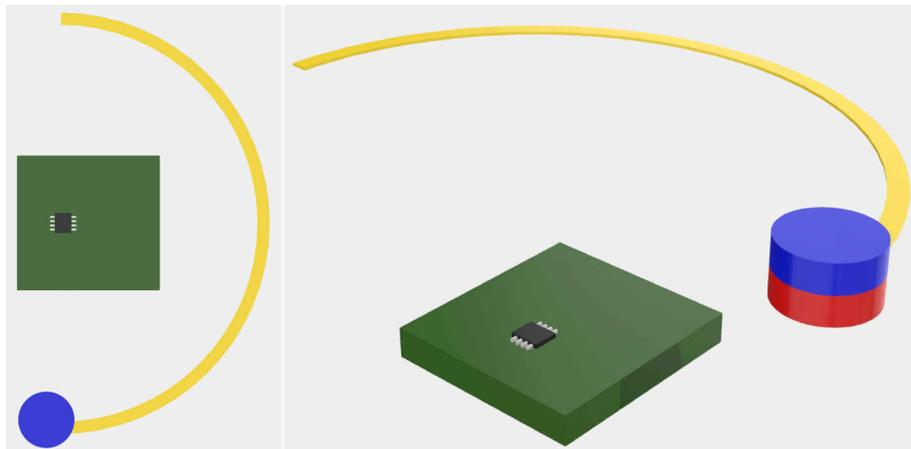
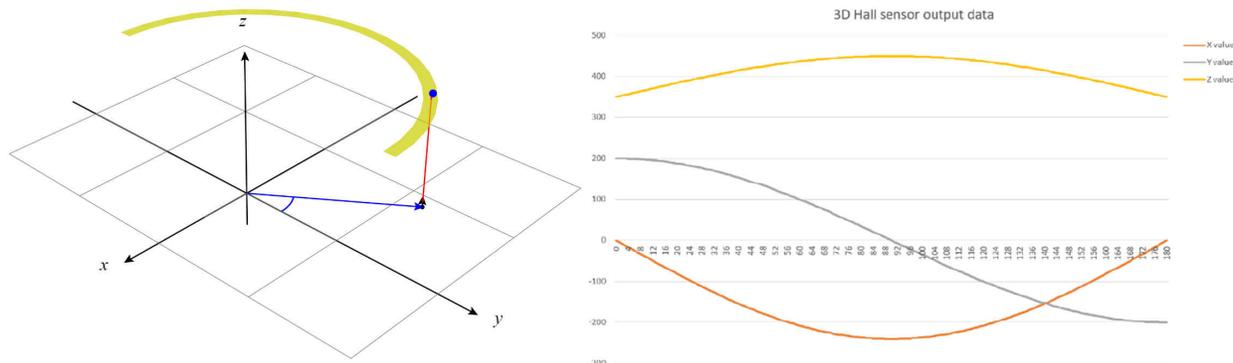
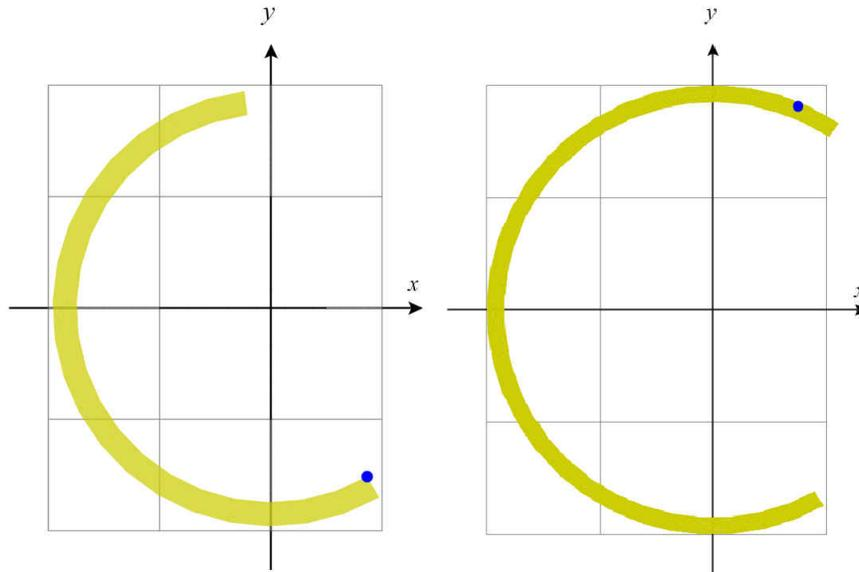
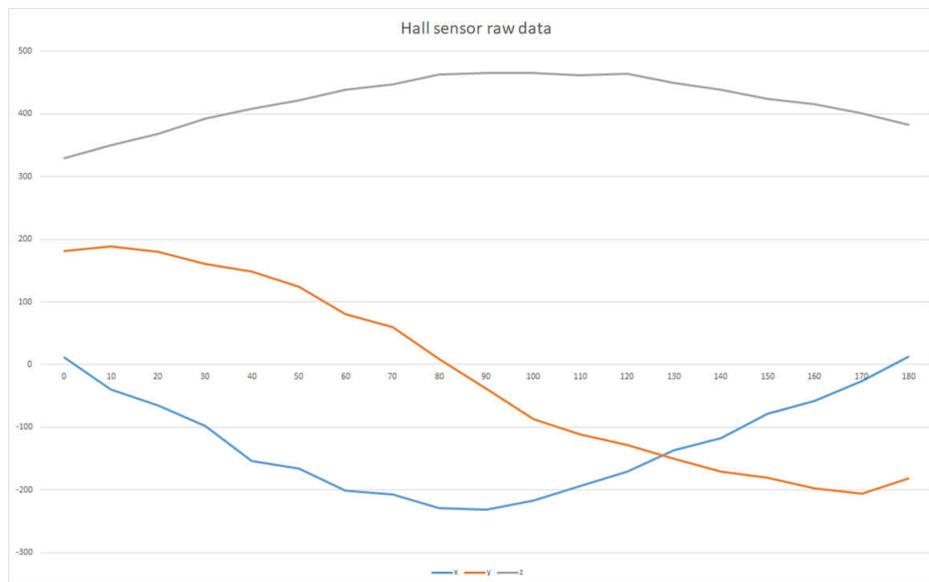

图 4-2. 碰撞后磁体位置轨迹
图 4-3. 霍尔传感器的角度计算和输出数据波形
图 5-1. 由于安装错误产生的磁体位置轨迹
图 5-2. 从 0° 到大约 180° 碰撞角内的霍尔传感器输出原始数据
当从 0° ~ 180° 发生碰撞时，霍尔传感器上的磁体位置会沿着 3D 空间路径中的类似路径移动，如图 4-2 上的黄色轨迹所示。如果将 TMAG5170 等 3D 线性霍尔传感器放置在磁体下方，则图 4-3 会显示此事件收集的波形。请注意，波形形状取决于霍尔传感器、安装设置、方向和磁体方向。
- 霍尔传感器电路板的安装位置错误和方向错误。例如，霍尔传感器不直接位于磁体下方，其轴与缓冲器的中心轴不重合。安装错误会导致磁体运动轨迹如图 5-1 所示。在本例中，测得的角度应在 0° 至大约 180° 范围内，但由于发生移位，结果为 5° 至大约 195° ，更大的移位会导致角度为 -15° 至大约 195° 。
- 磁体底部与霍尔传感器封装不平行。这种轻微偏移也会在磁体和传感器 IC 之间产生一个角度，从而产生如图 5-1 所示的误差。这个偏移的磁体还会导致输出数据的波形不像图 4-3 中所示的数据波形那样平滑和对称。图 5-2 显示了当磁体与霍尔传感器不平行时的测量数据。